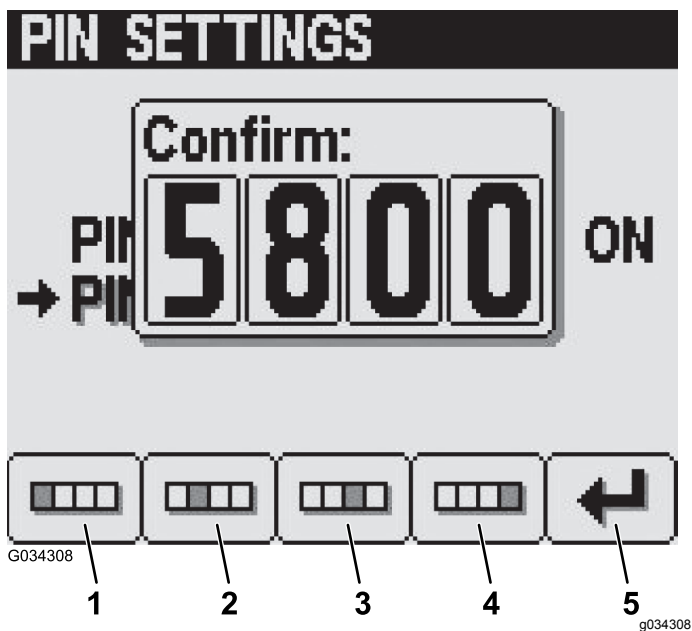

Figura 37
6. No ecrã de confirmar, introduza o novo PIN utilizando os botões 1 a 4 e prima o botão 5 para introduzir o PIN no InfoCenter (Figura 37).